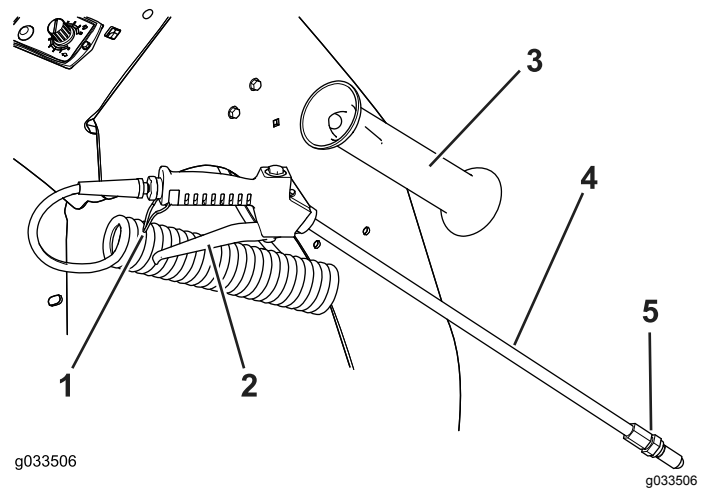

Figura 46
1. Retire la lanza del soporte del lado derecho de la máquina (Figura 46).
4. Apriete el gatillo de la empuñadura de la lanza de fumigación para empezar a fumigar; bloquee el gatillo en esa posición si lo desea (Figura 46).
5. Cuando termine de fumigar, si bloqueó el gatillo de la lanza de fumigación, desbloquéelo y suelte el gatillo (Figura 46)
7. Coloque la lanza en el soporte (Figura 46).